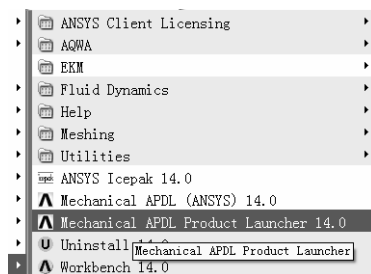
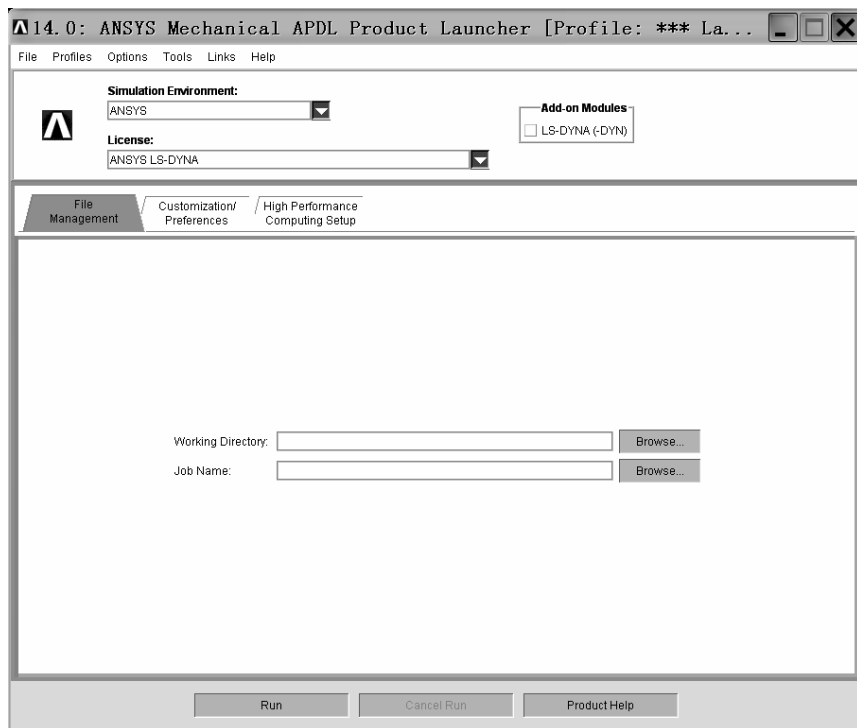

图 4-73 “Mechanical APDL Product Launcher 14.0” 图标
图 4-74 “14.0: ANSYS Mechanical APDL Product Launcher [Profile:***La...” 窗口
(1) 在 “开始” 菜单中指向 “ANSYS 14.0” 文件夹，出现 “Mechanical APDL Product Launcher 14.0” 图标（见图 4-73）。单击 “Mechanical APDL Product Launcher 14.0” 图标，弹出 “14.0: ANSYS Mechanical APDL Product Launcher [Profile:***La...” 窗口（见图 4-74）。